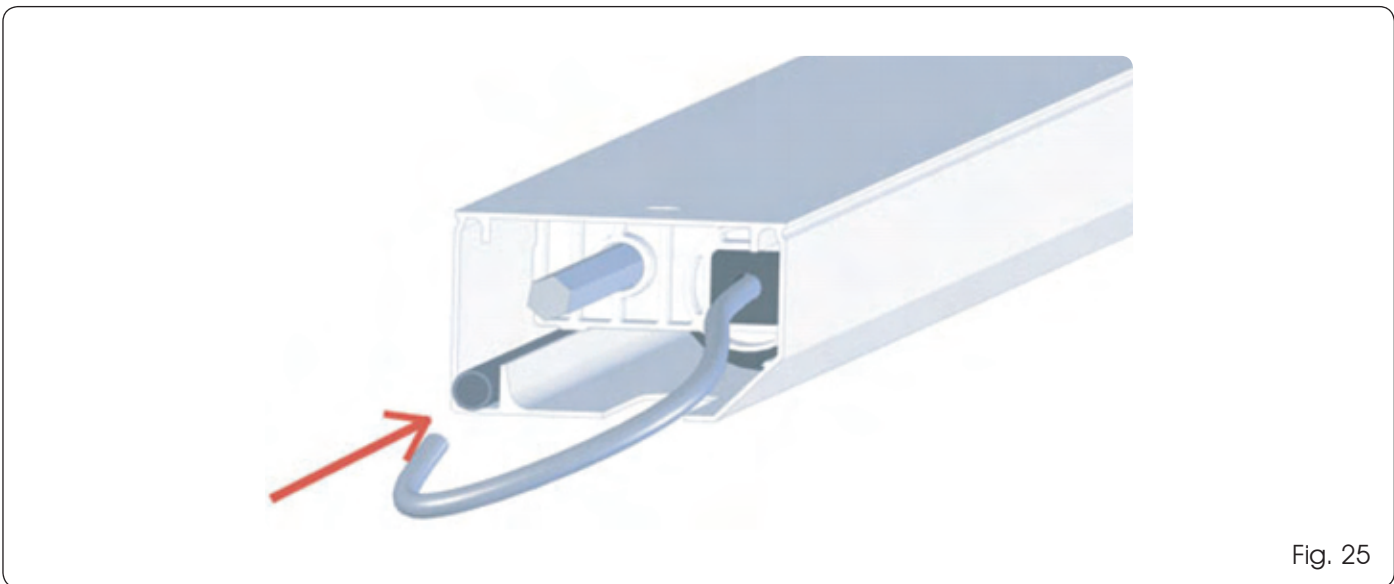

Fig. 25
- pase el cable eléctrico por el tubo de PVC (véase la imagen de la Fig. 25).